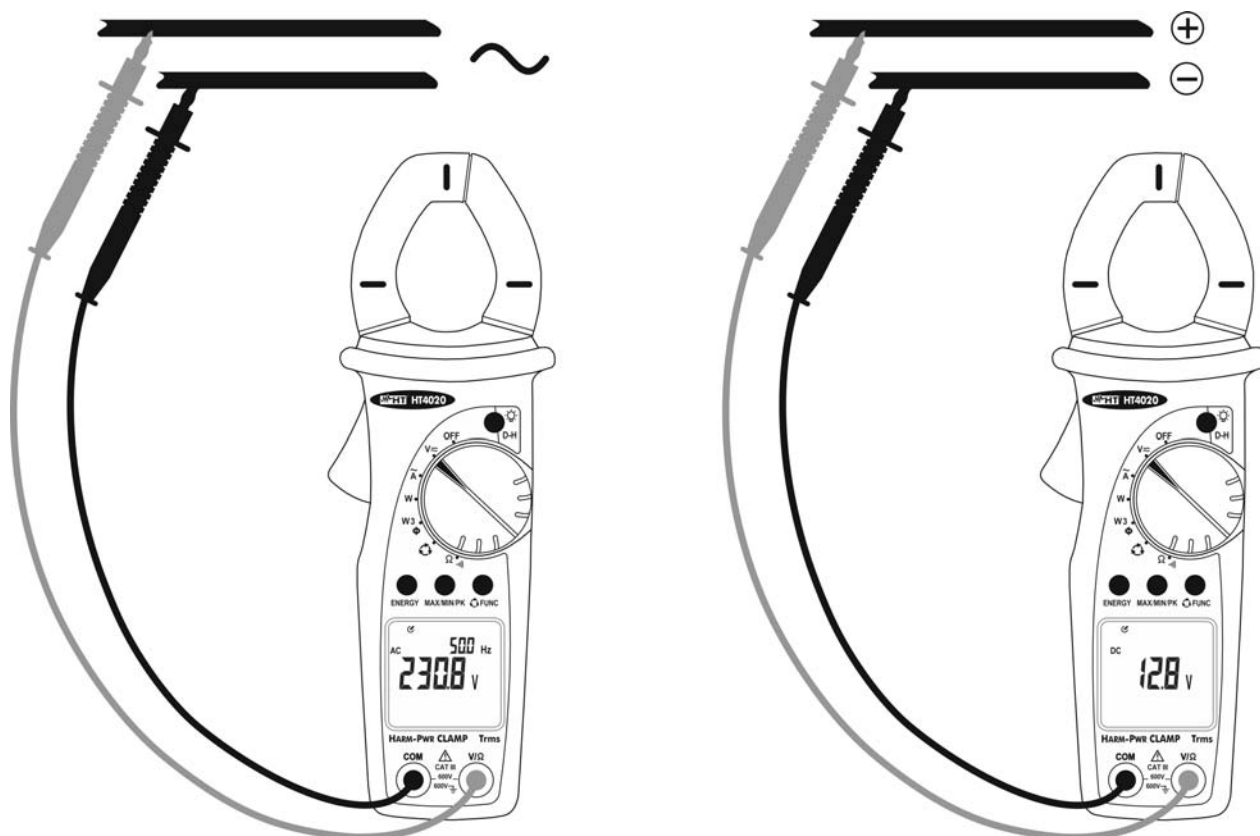

Fig. 4: Medida de Tensión CA/CC
3. Posicione las puntas de prueba en el circuito en examen (ver Fig. 4). El instrumento selecciona automáticamente los símbolos "AC" o "DC" en caso de medir tensiones alternas o continuas. El valor de la tensión es mostrado en el visualizador. En caso de tensiones CA será visualizada también el valor de la frecuencia sobre el visualizador secundario.
4. Si aparece el símbolo "-" significa que la polaridad de la tensión CC es negativa (polaridad invertida respecto a lo indicado en la Fig. 4)